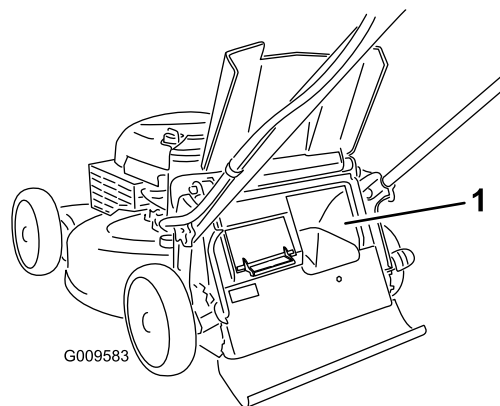

**Bild 21**
- Zum Sammeln des Schnittguts und Laubs drücken Sie die Taste am Hebel für den zuschaltbaren Fangkorb und bewegen den Hebel nach vorne, bis die Taste am Hebel herauspringt (**Bild 21**).